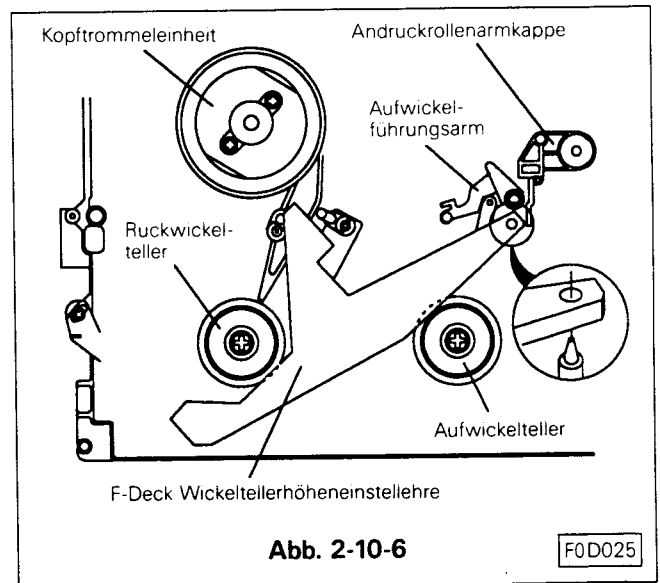

Abb. 2-10-6
- J. Die Wickeltellerhöheninstellehre (Best. -Nr. 859C342020) in die entsprechende Position Punkt A einsetzen. (Siehe Abb. 2-10-6)
- Die Wickeltellerhöhereinstellehre (Best.-Nr. 859C342020) in die entsprechende Position Punkt A einsetzen. Siehe Abb. 2-10-6.
- Die Wickeltellerhöheninstellehre für das F-Chassis einsetzen, (siehe Abb. 2-10-6) die Höhe des Bandführungsarms mit der Befestigungsschraube so einstellen, daß die untere Flanke des Führungsbolzens gleiche Höhe hat mit dem Punkt B für das F-Chassis. (Siehe Abb. 2-13-2)